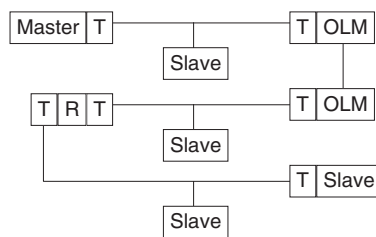

Abbildung 2.1: Beispiel: Bussegmente mit Busabschluss
Beispiel (siehe Abbildung 2.1 auf Seite 13): Eine Linie mit 1 Master, 4 Slaves, einer LWL-Übertragungsstrecke, 1 Repeater (R), 3 Kupfersegmenten und 6 Busabschlüssen (T): Master (T) – Slave – (T) OLM – LWL – OLM (T) – Slave – (T) Repeater (T) – Slave – (T) Slave.